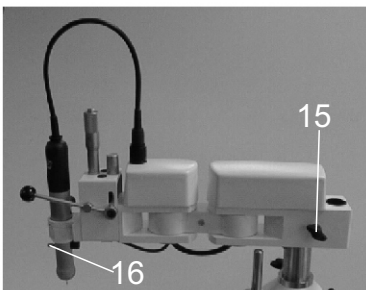

Abb. 1
Die Frässpindel kann nach dem Abziehen des Lichtkopfes und Lösen der Rändelschraube (13) entfernt werden (nach oben ausziehen). Um den zum Lieferumfang gehörenden Lichtkopf zu entfernen, muß die Rändelschraube (16) (Abb. 1) gelöst und der Lichtkopf vorsichtig nach unten abgezogen werden. Das Aufsetzen des Lichtkopfes erfolgt in umgekehrter Weise.